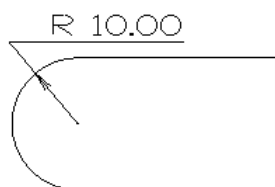

图 4.1.14 标准
- ☒ ☐ **标准** 单选项：用于设置尺寸线的样式为标准样式，如图 4.1.14 所示。